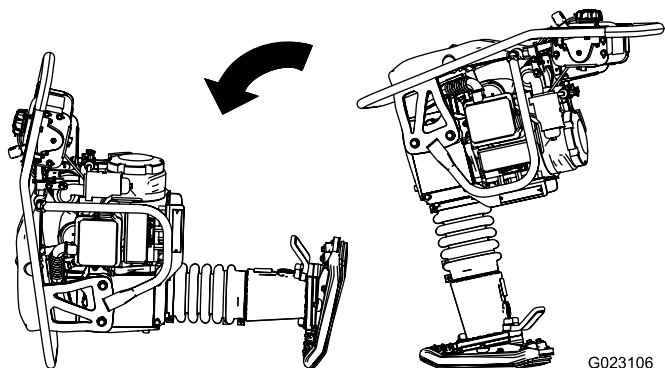

Figura 12
3. Coloque la máquina cuidadosamente en la posición indicada en Figura 12, y amárrela con correas o cadenas para evitar que se mueva o vuelque.